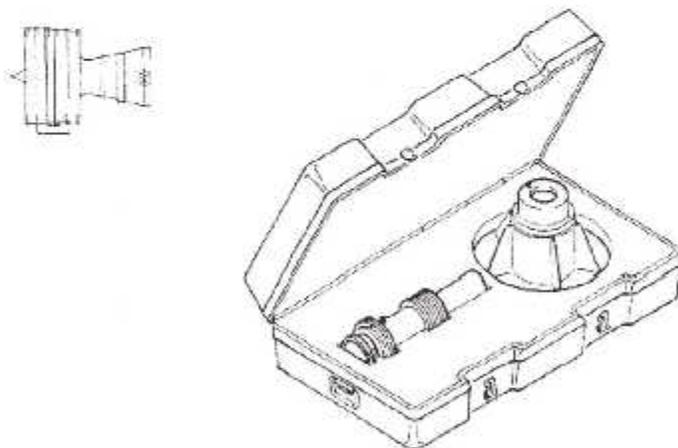
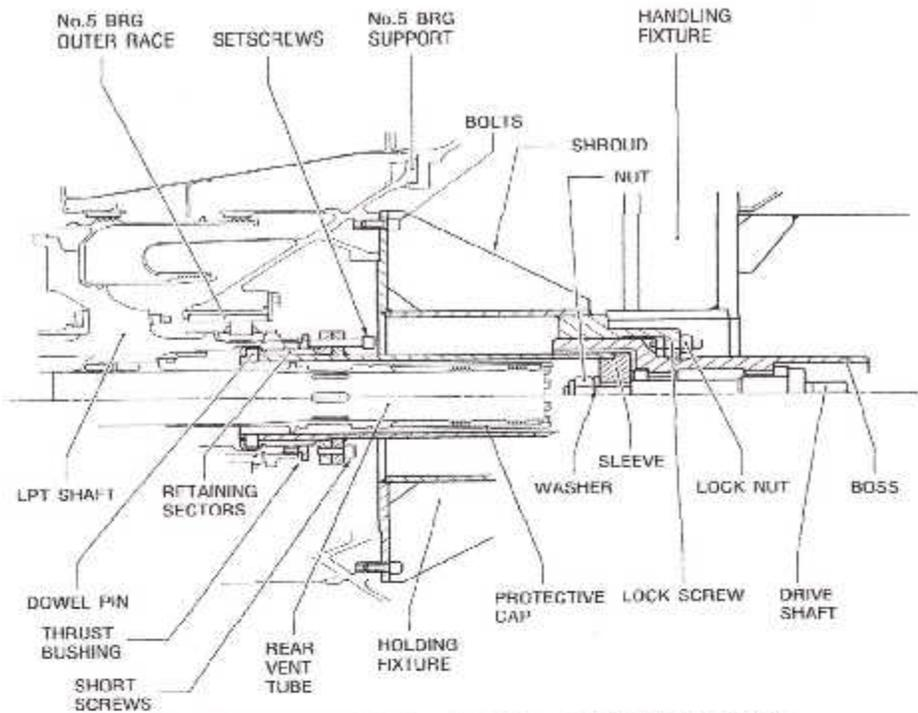

Fig. III. 25: Dispositif. 856A2618G03.
Fig. III. 26 : Installation du Dispositif.856A2618G03.
- a. On installe **Dispositif. 856A2618G03**, (fig. III. 25) et (fig. III. 26) comme suit.